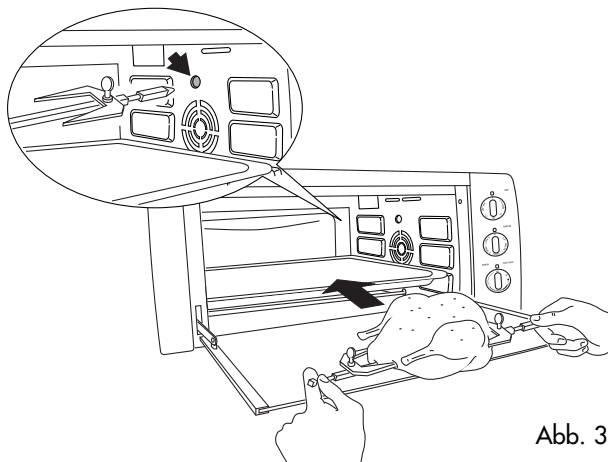

Abb. 3
- Die Fettpfanne (**H**) in die Führung 3 und den Spieß (**I**) in das entsprechende Loch (Abb. 3) einschieben.